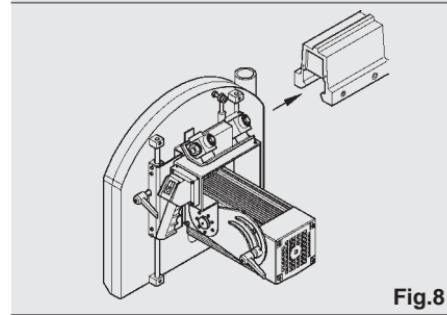

Fig.8
- Enheden slæde-gaffel-motor sættes ind i føringen. Herunder er det vigtigt at undgå stød som kan ændre kuglejernes indstilling (se fig. 8). Enheden er allerede kontrolleret af vor kvalitetsafdeling.